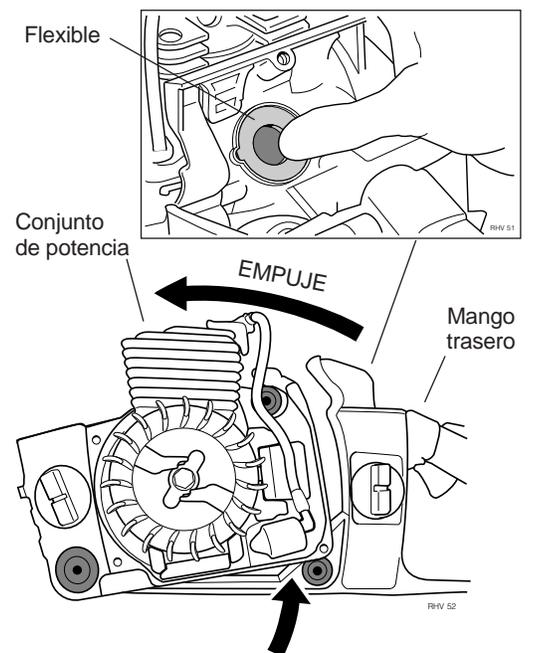

Figura 8.3 Extrayendo el conjunto de potencia
Paso 2. Mientras sostiene el mango trasera en una mano, agarre el cilindro con la otra y empuje el conjunto cilindro/cigüeñal desde el mango (figura 8.3)
Si la motosierra tiene un carburador montado sobre una junta flexible, puede ser necesario guiarla a través de la brida en la caja del filtro de aire (figura 8.3)